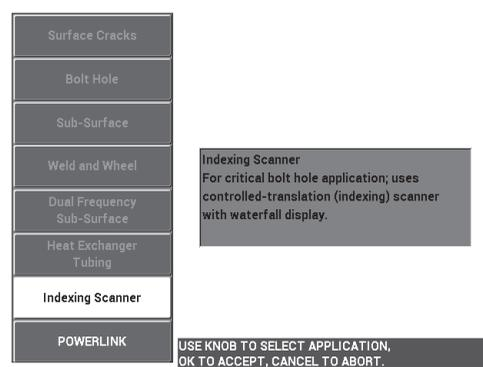

Figure 5-63 Application du scanner d'indexation
3. Appuyez une fois sur la touche ADV SETUP (🔧), et puis sélectionnez le menu **CHOIX APPLIC** (touche A) pour l'ouvrir. Sélectionnez **Scanner d'indexation** avec la molette de réglage, et puis appuyez sur ✓ pour confirmer (voir la Figure 5-63 à la page 186).